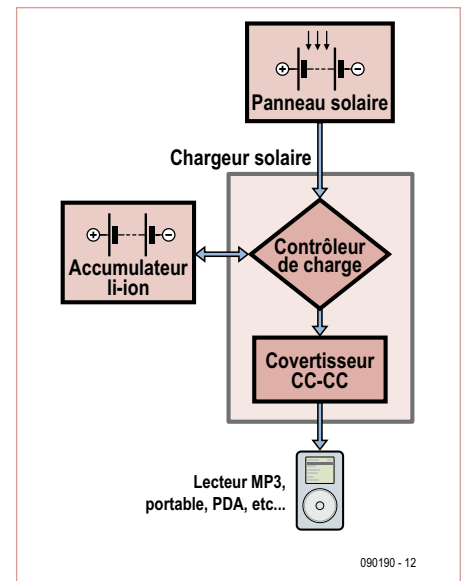
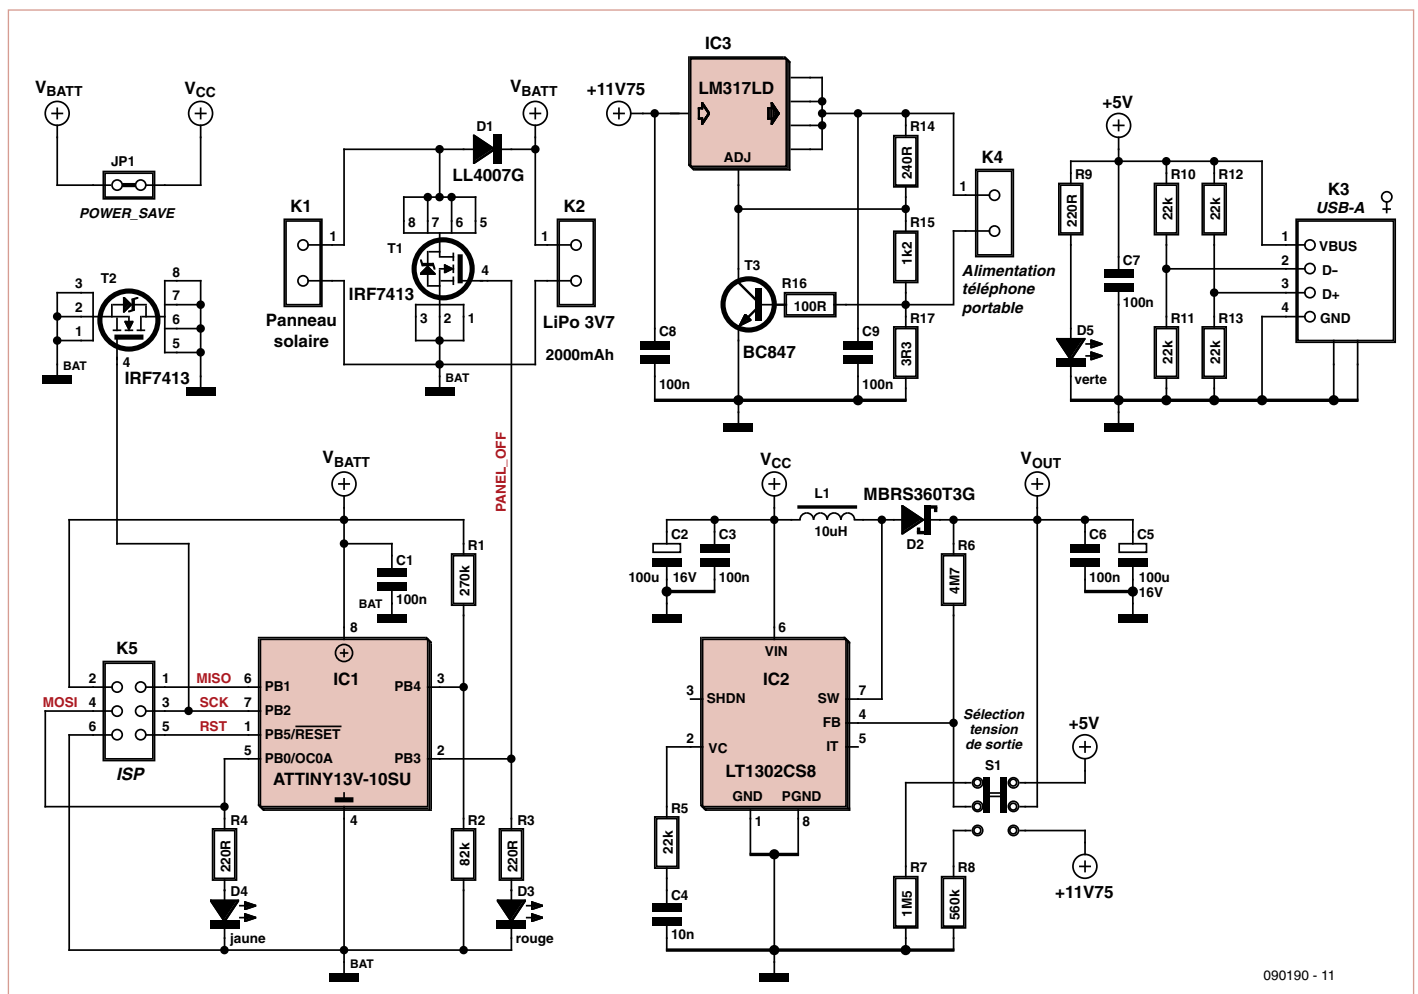

Figure 1. Principe de fonctionnement du chargeur solaire. Le courant provenant du panneau solaire est stocké dans un accumulateur Li-ion.
Figure 2. Circuit du chargeur solaire. Un microcontrôleur ATtiny surveille la charge et la décharge de l'accumulateur tampon.
1) Le régulateur de charge pour l'accumulateur lithium-ion et un convertisseur DC/DC qui augmente la tension de l'accu (entre 3,0 et 4,15 V) à une valeur plus élevée et constante (**figure 1**). 2) La partie maîtresse du circuit dans la **figure 2** est un microcontrôleur ATtiny13 d'Atmel qui surveille la tension de la pile et commande en conséquence la cellule photovoltaïque et la sortie.